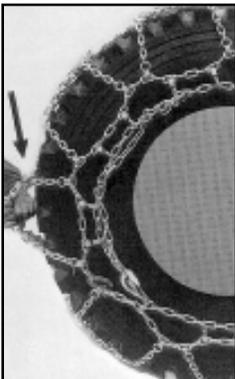

Bild 11-9
- Bild 11-9 zeigt eine voll gelockerte Kette (Prüfung erfolgt in Höhe der Achsmittle). Dadurch ist gewährleistet, daß die Gleitschutzkette unter allen Einsatzbedingungen das Reifenprofil überwandert.
- La figure 11-9 montre une chaîne entièrement relâchée (vérification du relâchement au milieu des essieux). Ce réglage fait que la chaîne antidérapante est en mesure de couvrir toute la sculpture du pneu dans n'importe quelles conditions d'exploitation.
- Fig. 11-9 shows a chain that has been fully loosened (to be checked at the height of the axle center). Loosening the chain fully ensures that the tire chain passes across the tread pattern under all conditions.